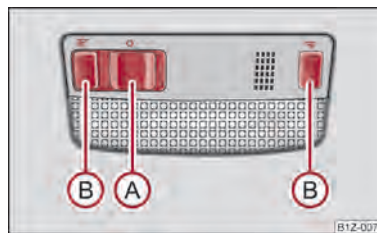

Fig. 31 Iluminarea interioară a autovehiculului - Varianta 1
- Dacă apăsați comutatorul (A) înspre marginea lămpii, apare simbolul ☞ ⇒ fig. 31.